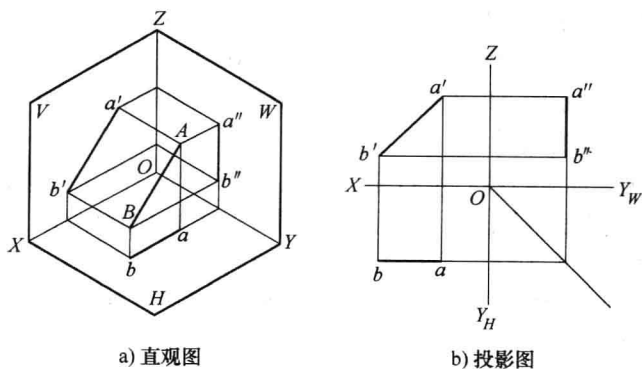

图 1-8 正平线
2) 投影面平行线: 平行于一个投影面, 与另两个投影面倾斜的直线称为投影面平行线。平行于  $V$  面的直线称为正平线; 平行于  $H$  面的直线称为水平线; 平行于  $W$  面的直线称为侧平线。其投影特性为“平行面上投影为实长线, 其余两面是短线”, 如图 1-8 所示为正平线的投影。